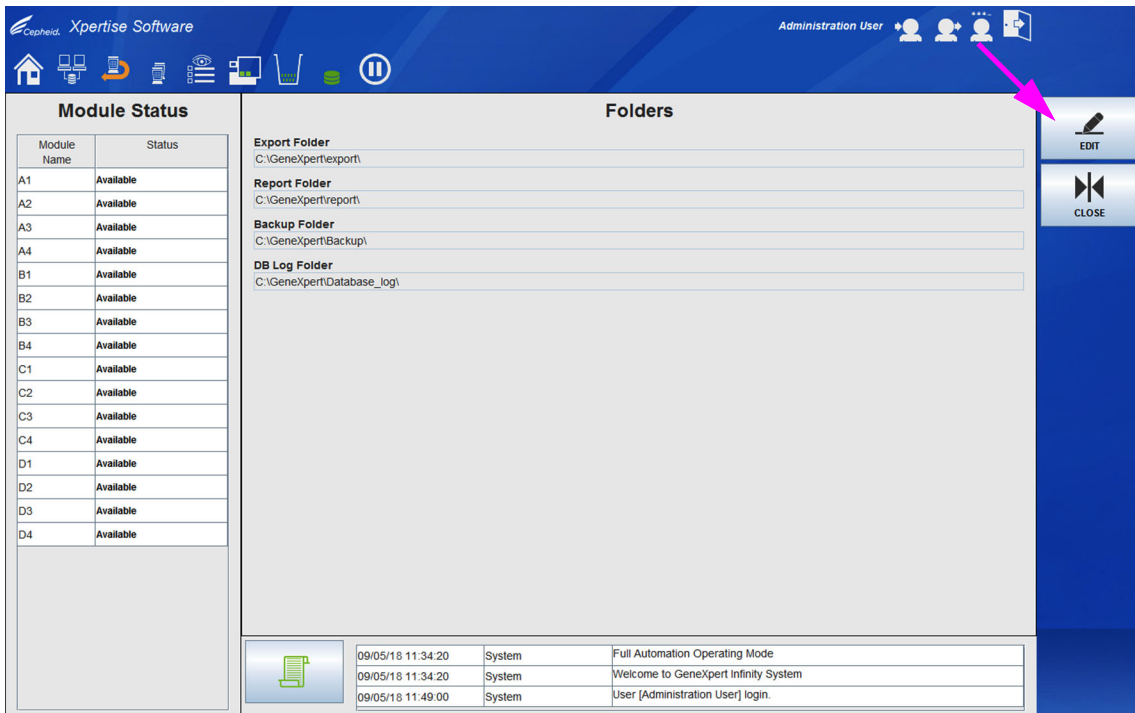
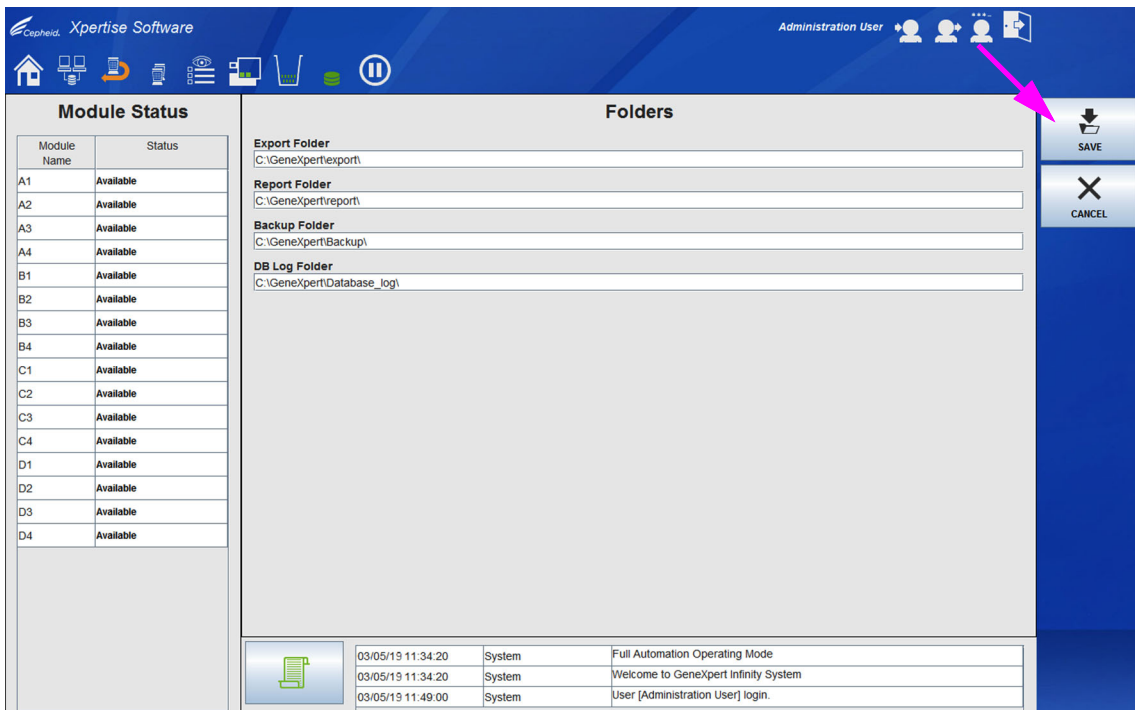

图 2-26. 文件夹 (Folders) 工作区
图 2-27. 激活的文件夹 (Folders) 工作区
3. 在文件夹 (Folders) 工作区，选择**编辑 (EDIT)** 按钮（参见图 2-26）。此时，文件夹 (Folders) 工作区已被激活，并且可如图 2-27 中所示进行编辑。
5. 在完成文件夹 (Folders) 工作区的所有项目后，选择**保存 (SAVE)** 按钮以保存更改（参见图 2-27）或选择**取消 (CANCEL)** 按钮以取消更改。